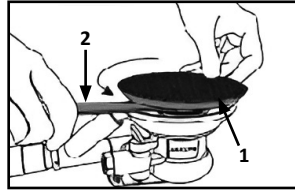

Fig. 7
2. Tenere saldamente il dado di fissaggio del platorello (1) con la chiave (2) in dotazione e svitare manualmente il platorello per rimuoverlo. (Fig. 7)